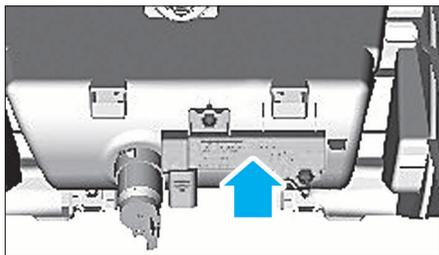

FIG. 45
- le commutateur de feux de détresse (2).
- le module d'ouverture sans clés (si équipé) (Fig.45).